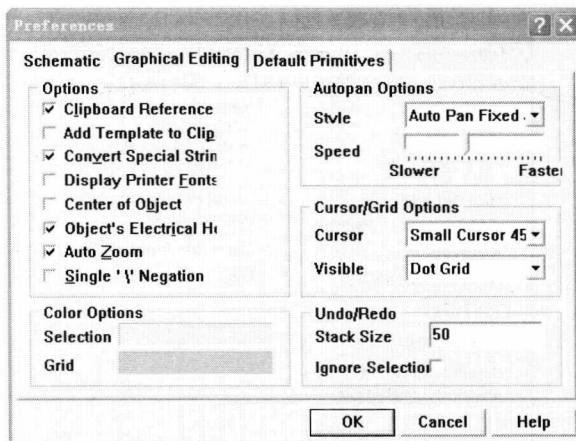

图 1-8 图形编辑页面
(2) Graphical Editing 页面 (图 1-8), 即图形编辑页面, 设有 5 个区域和如下的设置。
① Options 区域, 主要是在剪贴板上完成对图纸的一般编辑操作。